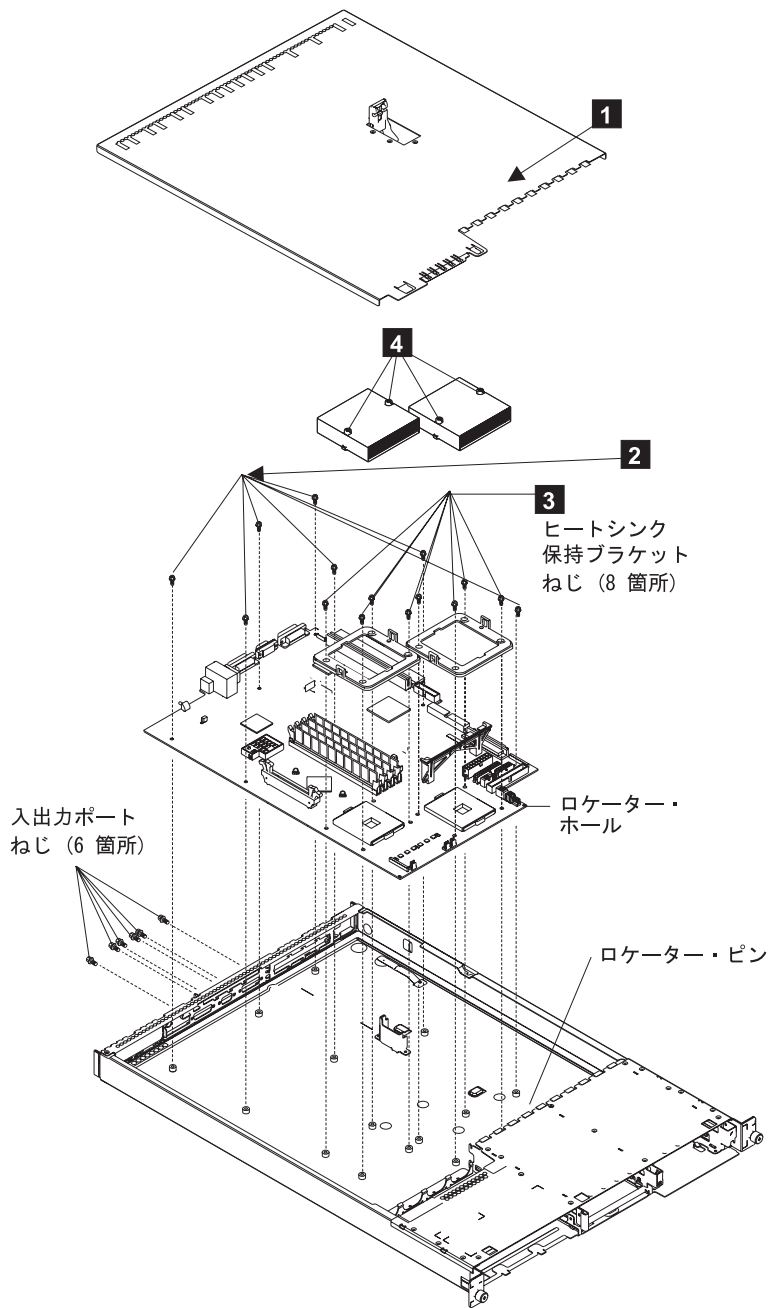

図 173. システム・ボードの取り外し
3. SAN ボリューム・コントローラー **1** から上部カバーを取り外します。506 ページの図 173 を参照してください。
8. ヒートシンクの拘束ねじ **4** を外します。506 ページの図 173 を参照してください。
10. それぞれのヒートシンク保持ブラケット **3** からねじを取り外します。506 ページの図 173 を参照してください。
13. 7 個のねじ **2** を外します。506 ページの図 173 を参照してください。